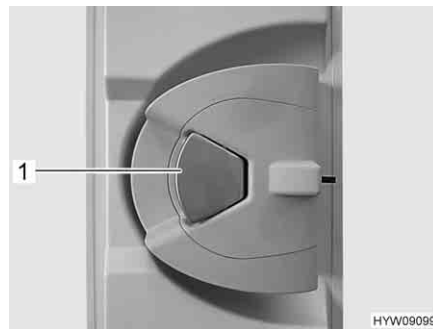

Fig. 24 Serratura della porta, lato interno
*Apertura:* ■ Tirare la maniglia della porta (Fig. 24,1).
*Bloccaggio:* ■ Premere la maniglia della porta (Fig. 24,1).